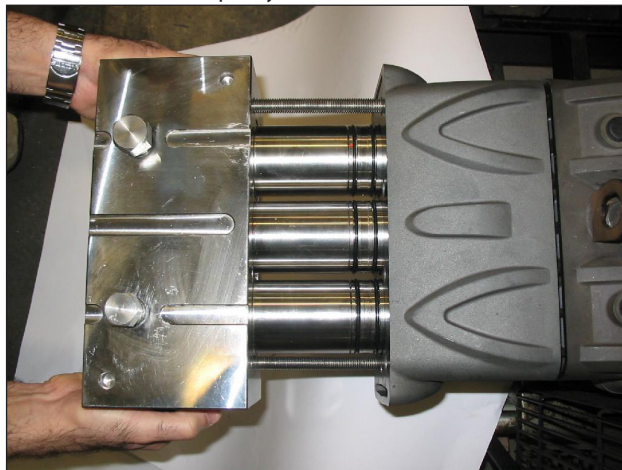
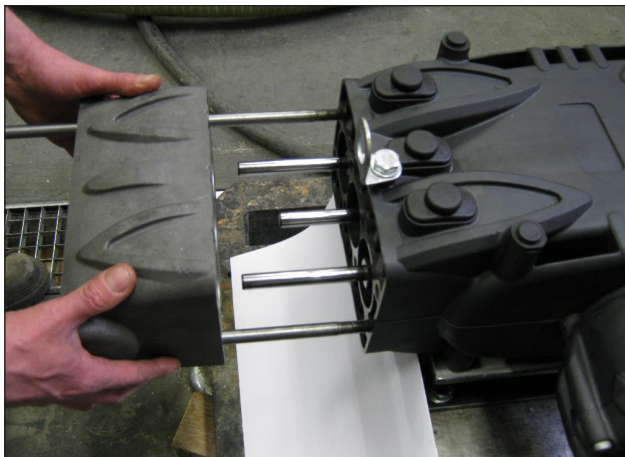

Рис. 37
Рис. 38
- Отсоедините торец и отдельную панель рубашек от картера насоса, как указано на Рис. 37 и Рис. 38.
- Отсоедините головку и распорный элемент рубашек от картера насоса, как указано в пар. 2.2.1 Рис. 37 и Рис. 38.